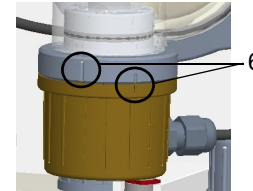
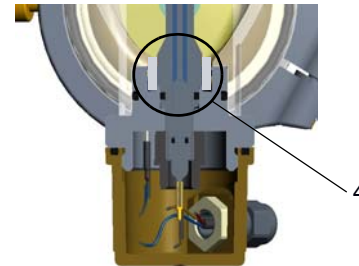

Abb. 14 Ausschnitt Verschlusskappe
Abb. 15 Ausschnitt Einbaulage Filzring
- 1 Rändelmutter (1) vorsichtig abschrauben.
- 2 Verschlusskappe (5) durch Linksdrehung bis zur Markierung (siehe Abb. 14) aufschrauben und abnehmen. Vorsicht Signalkabel nicht abziehen!
- 3 Gesamte Elektrodenaufnahme (2) vorsichtig nach unten aus dem Zellenkörper (3) herausnehmen. Vorsicht nicht abknicken.
- 4 Filzring (4) zwischen Elektrolyt-Vorratsbehälter und Elektrode entfernen (siehe Abb. 15).
- 5 Gesamte Elektrodenaufnahme (3) wieder in den Zellenkörper (4) einbauen. Hierzu gesamte Elektrodenaufnahme (2) vorsichtig nach oben einführen.
- 6 Verschlusskappe (5) durch Rechtsdrehung bis zur Markierung (siehe Abb. 14) wieder aufschrauben. Vorsicht Signalkabel nicht abziehen!
- 7 Rändelmutter (1) handfest wieder auf die gesamte Elektrodenaufnahme (2) aufschrauben.